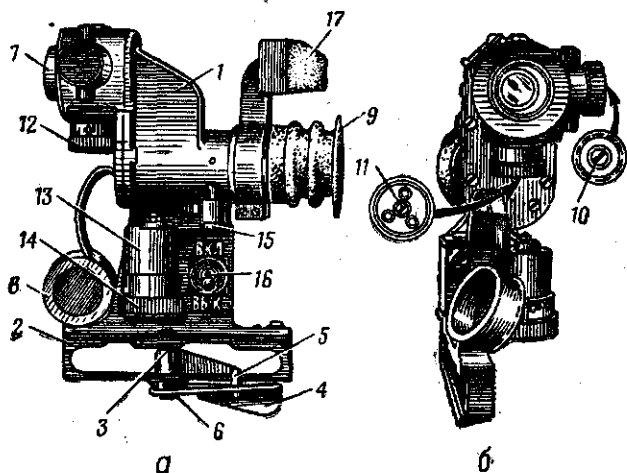

Рис. 21. Оптический прицел:
18. Оптический прицел (рис. 21) является основным прицелом гранатомета. Увеличение прицела  $2,7^{\times}$ , поле зрения  $13^{\circ}$ . Оптический прицел состоит из корпуса с кронштейном, оптической системы, механизма выверки прицела, устройства освещения сетки при стрельбе в ночных условиях, наглазника и налобника.
Механизм выверки прицела (рис. 21) служит для обеспечения параллельности нулевой линии прицеливания и оси канала ствола гранатомета и введения поправки на температуру. Он состоит из каретки, в которую ввинчен объектив в оправе, выверочного винта по боковому направлению, закрытого навинтной крышкой, выверочного винта по высоте и маховичка ввода температурной поправки. На маховичке сбоку нанесены знаки «+» и «-».
Устройство освещения сетки (рис. 21) служит для освещения сетки прицела при стрельбе в сумерки и ночью. Оно состоит из корпуса с контактом и винтом, батарейки, являющейся источником тока, колпачка с упором и пружиной для поджатия батарейки к винту, проводов, соединяющих винт с электролампочкой через тумблер, и тумблера для включения и выключения электролампочки.
**Налобник** (рис. 21) служит для удобства при стрельбе. Он крепится на оптическом прицеле. Для установки налобника необходимо: